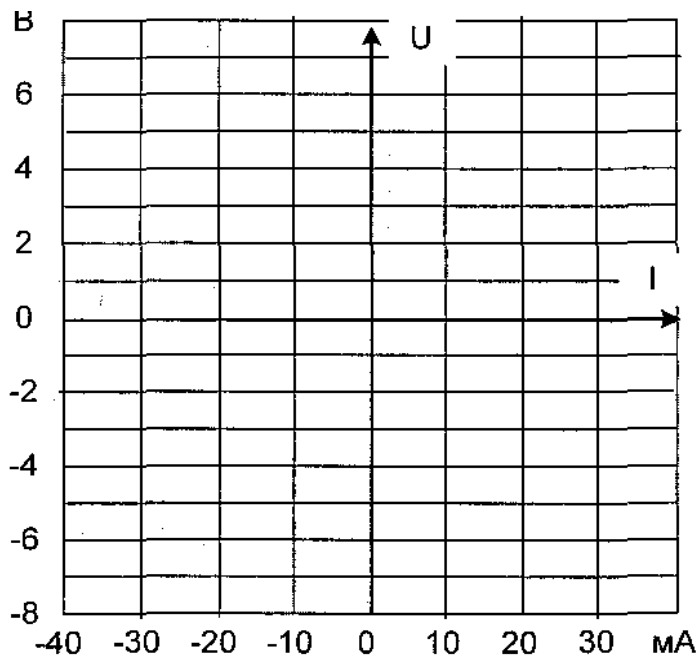

Рис. 11.4
2. Установите диод и, изменяя ток или напряжение в цепи, как показано в табл. 11.1, запишите в табл. 11.1 соответствующие значения напряжения на диоде и на рис. 11.4 постройте график вольтамперной характеристики диода. **В этом опыте при отрицательных напряжениях и токах вольтметр должен быть подключен к точке «А», а при положительных — к точке «В».**
3. Замените диод стабилитроном и, устанавливая токи или напряжения, указанные в табл. 8.2, снимите его вольтамперную характеристику. **В этом опыте, наоборот, при отрицательных напряжениях и токах вольтметр должен быть подключен к точке «В», а при положительных — к точке «А».** График вольтамперной характеристики стабилитрона постройте на том же рис. 11.4.